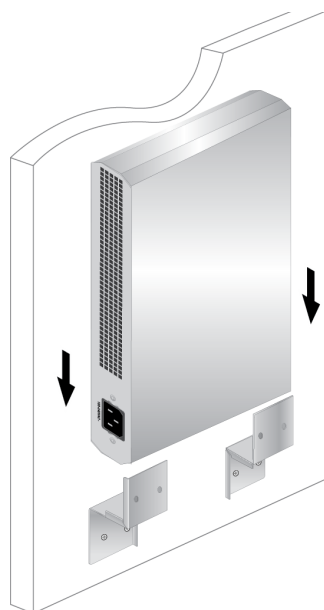

Рисунок 26. Размещение коммутатора в кронштейнах
7. Задвиньте коммутатор в кронштейны на стене, как это показано на рис. 26.